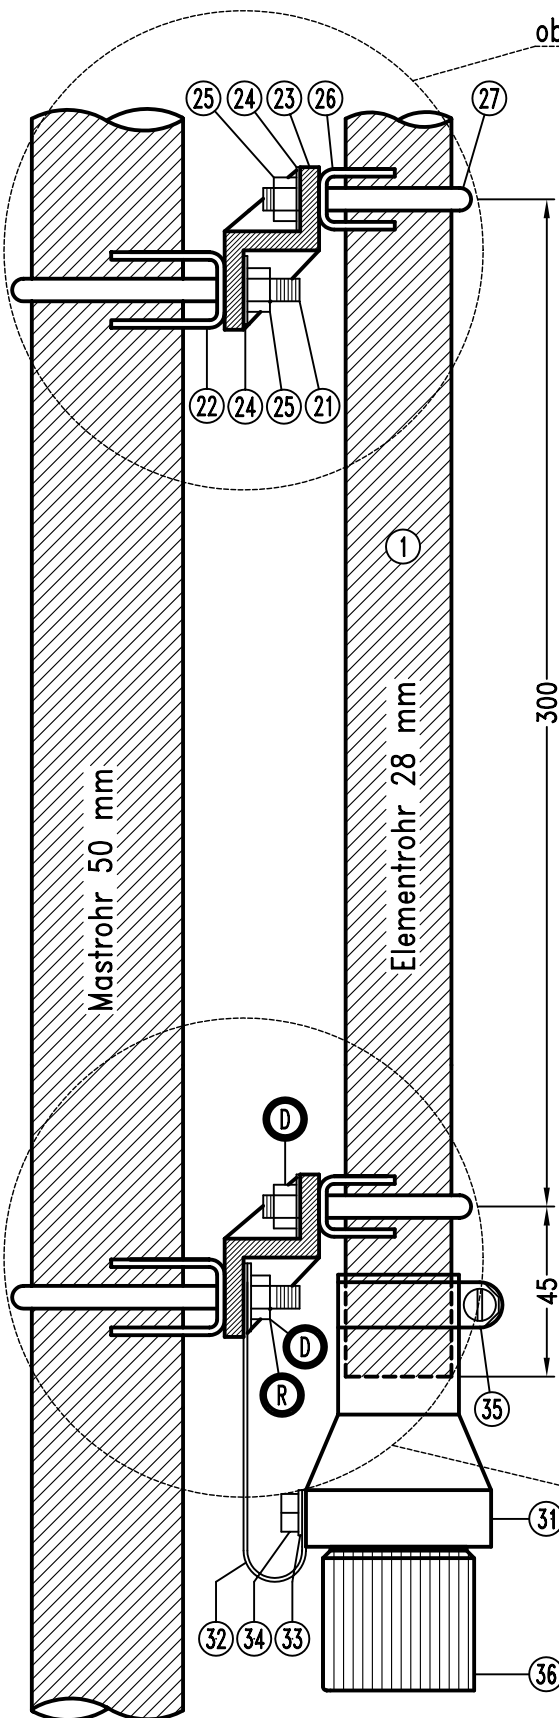
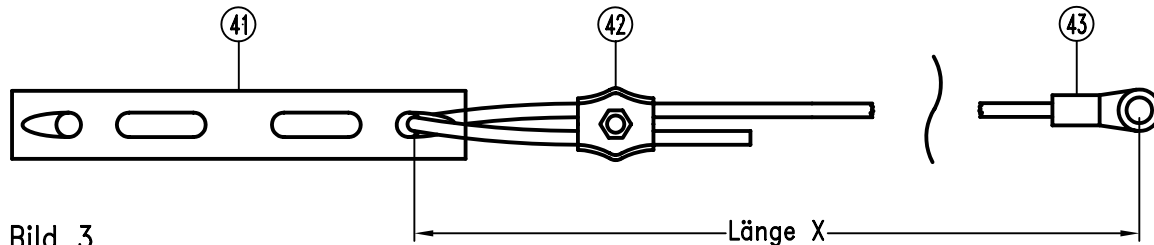

Bild 1
Bild 3
2. Beginnen Sie mit der Montage der unteren Doppelrohrklammer am Elementrohr (1). Am nichtgeschlitzten Ende des Elementrohrs wird im Abstand von 45 mm der Isolierwinkel (23) mit dem Rohrsitz (26), dem U-Bügel (27), der Scheibe (24) und der Sechskantmutter (25) verschraubt (Bild 1+2).
5. Nun werden die 4 Drähte der Radials (18) + (19 oder 20) für das 10/15/20/30 oder 40 m - Band vorbereitet (Bild 3). Mit den Simplexklemmen (42) werden die Drähte auf die entsprechenden Längen gebracht.
Mit dem U-Bügel (21), dem Rohrsitz (22), der Scheibe (24) und der Sechskantmutter (25) wird die Antenne am Mastrohr befestigt. Zur Montage der Radials (18) entfernen Sie wieder eine der Sechskantmutter (25) an der unteren Doppelrohrklammer (Bild 1 + 2), (R) und montieren den Kabelschuh (Bild 3), (43) der Radials. Ziehen Sie die Sechskantmutter wieder an. Das Radial für das 30 (19) oder 40 m - Band (20) wird an der anderen Seite des gleichen U-Bügels montiert (D).
8. Die Radials sind die elektrischen Gegengewichte der Vertikalantenne. Sie ergänzen den Vertikalteil zur Halbwelle für jedes Band und gewährleisten den niederohmigen Speisepunktwiderstand von 50 Ohm. Sie müssen freihängend ausgespannt werden und dürfen an keiner Stelle das Dach oder den Boden berühren. Der Neigungswinkel zum Mastrohr (ca. 80°) und die Anordnung in der Horizontalen (ca. 90°) ist relativ unkritisch. Zur Abspannung hinter den Isolatoren (41) soll nichtleitende Leine verwendet werden.